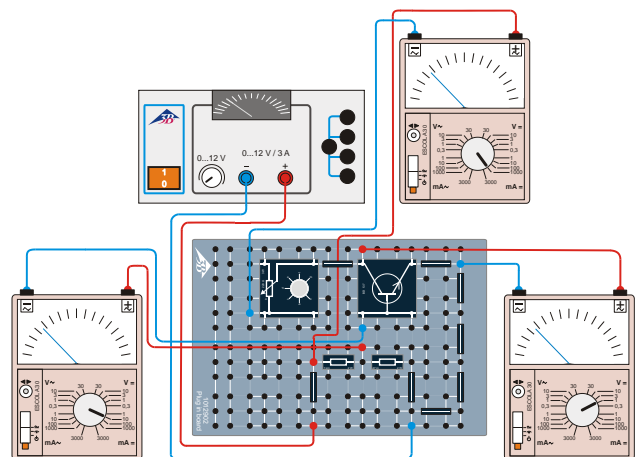

Fig. 5: Esquema de ligação para registro da curva característica de saída.
- Montar a ligação conforme a Fig 5. Substituir o potenciômetro 1 k Ω pelo resistor 47 k Ω . Inserir, adicionalmente, potenciômetro 220 Ω antes do coletor. Os três multímetros analógicos conectados destinam-se ao controle da força da corrente básica I_B e à medição da tensão coletor-emissor básica U_{CE} e da força da corrente do coletor I_C .